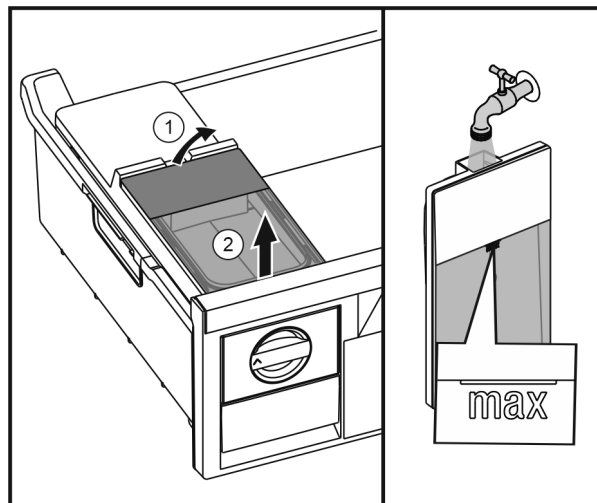

Fig. 43
- ▶ Zvedněte vzadu nádržku na vodu Fig. 43 (1) a poté ji vyjměte směrem nahoru Fig. 43 (2).